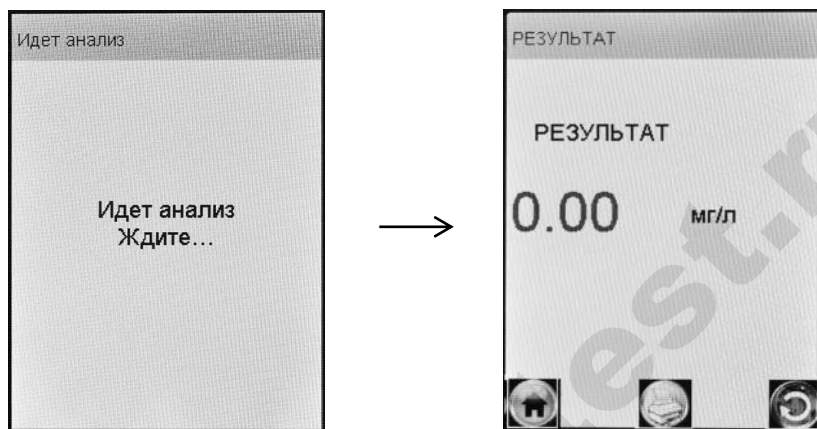

Рисунок 17 – Предъявление результата измерения
2.8.13 После отбора пробы воздуха производится измерение массовой концентрации паров этанола в отобранной пробе, при этом на экране отображается сообщение «**Идет анализ Ждите...**» (рисунок 17, слева).
2.8.14 После того как анализ пробы произведен, в сопровождении щелчка срабатывания заборной системы на экране предьявляется результат измерения массовой концентрации паров этанола (алкоголя) в отобранной пробе выдыхаемого воздуха (рисунок 17, справа).